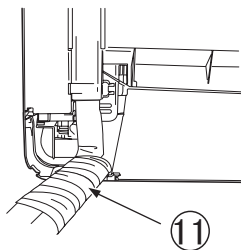

图21
（1）当要把铜管从后面引出时，将铜管、排水管和连接电缆一起用附件 ⑪ 胶带绷紧。（图21）